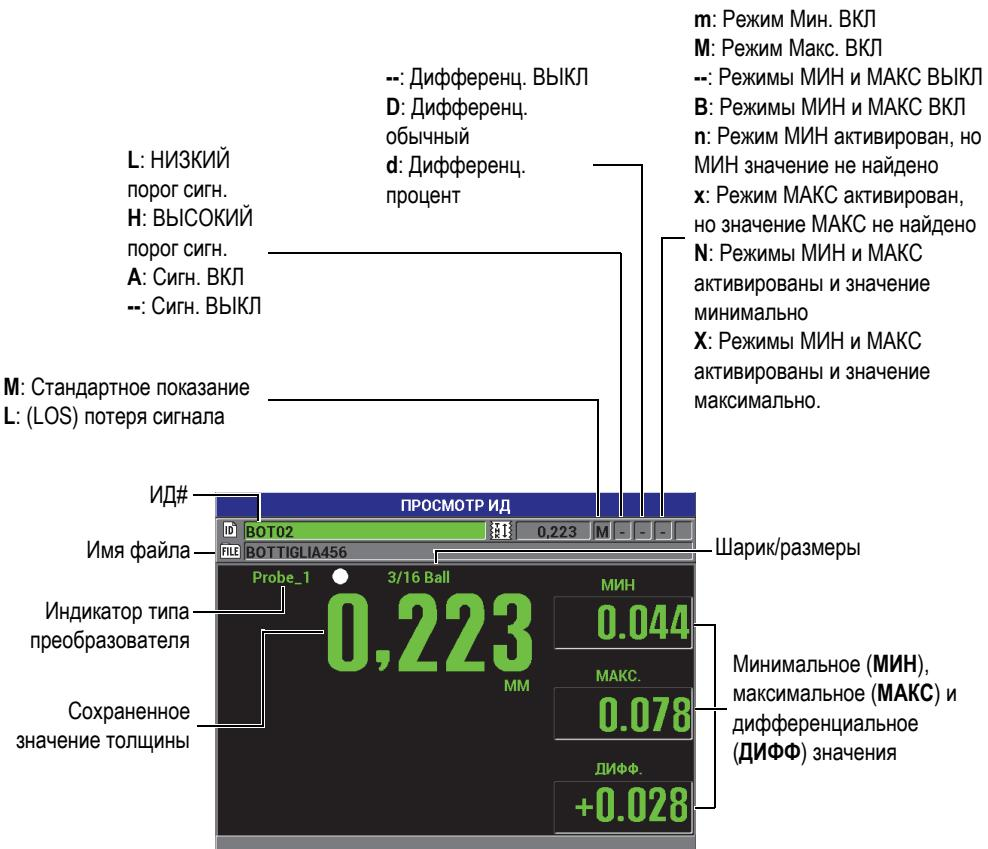

Рис. 7-15 Экран ПРОСМОТР ИД
На Рис. 7-15 на стр. 141 изображен экран просмотра ИД и краткое описание его содержимого. Индикаторы состояния представляют собой аббревиатуру, состоящую из первых букв составляющих информативных слов.
2. На экране измерений нажмите [ID#], чтобы открыть окно ПРОСМОТР ИД (см. Рис. 7-15 на стр. 141):